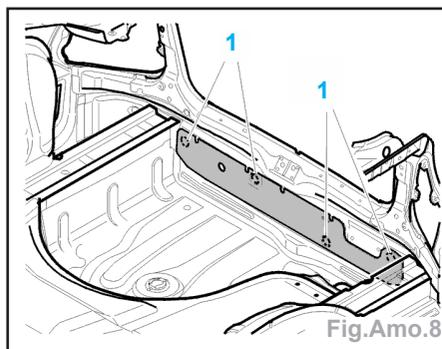

Fig.Amo.8
- Déposer les 4 vis (fig.Amo.8).